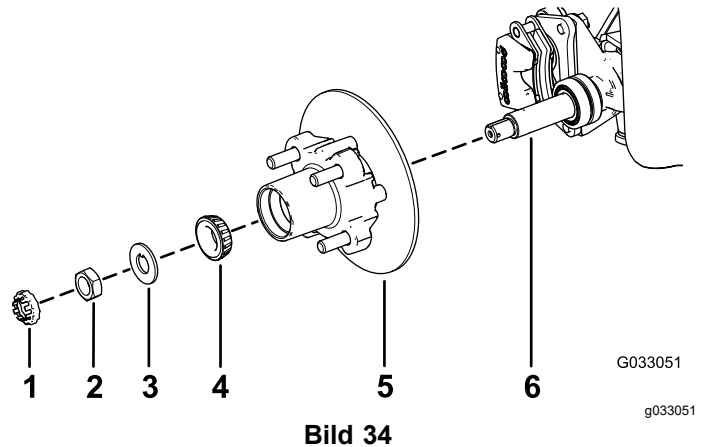

Bild 34
1. Fetten Sie die Spindel leicht mit der angegebenen Fettsorte ein (Bild 34).
2. Montieren Sie die Radnabe und den Drehzylinder an der Spindel mit dem Drehzylinder innen (Bild 34).
3. Montieren Sie das Außenlager an der Spindel und setzen das Lager auf den äußeren Lagerring (Bild 34).
4. Legen Sie die Nasenscheibe auf die Spindel (Bild 34).
5. Schrauben Sie die Spindelmutter auf die Spindel und ziehen Sie die Mutter auf ein Drehmoment von 15 N·m an, während Sie die Radnabe drehen um das Lager zu fixieren (Bild 34).
2. Fluchten Sie die Bremsbeläge mit jeder Seite des Drehzylinders (**Bild 30**) und die Löcher in der Bremsbackenhalterung mit den Löchern im Bremsenhalter des Spindelrahmens aus (**Bild 34**).